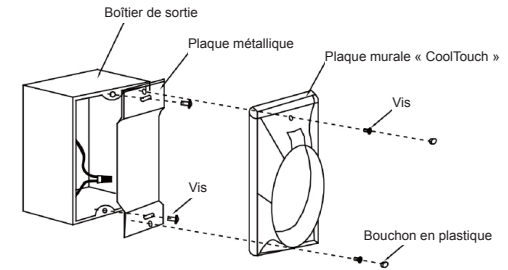

Fig. 25
Étape 2. Installez la plaque métallique et la plaque murale « CoolTouch » sur la boîte de prise murale existante avec les 4 vis fournies. Placez ensuite les deux chevilles en plastique dans la plaque murale. (Fig. 25)